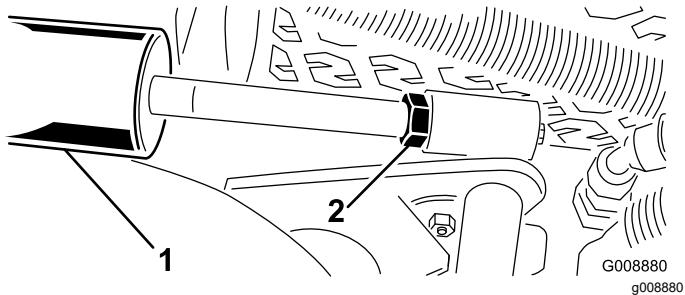

Рисунок 31
1. Ослабьте контргайку на гидроцилиндре подъема (Рисунок 31).